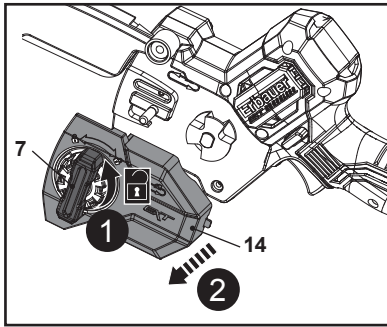

Fig. 1
2. Dévisser la roue de verrouillage (7) dans le sens inverse des aiguilles d'une montre, puis la retirer avec le couvercle de la scie de jardin (14) (Fig. 1, étapes 1, 2).